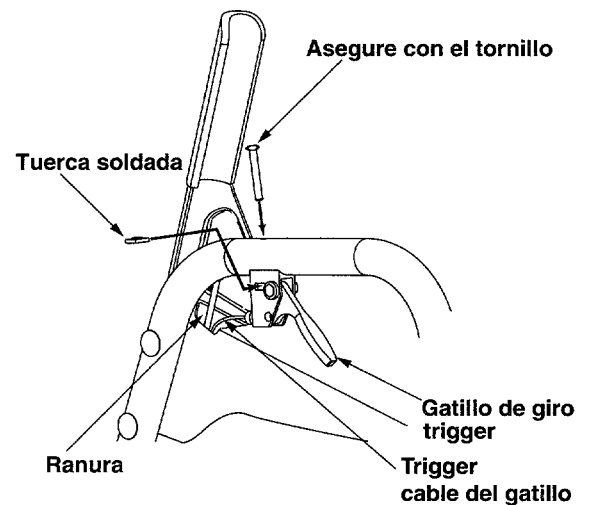

Figura 12
- Coloque en posición el gatillo de giro a la derecha debajo del mango derecho. Asegure con el tornillo y suelde la tuerca del Grupo H del conjunto de ferretería. Vea la Figura 12. Usted necesitará un destornillador phillips para ajustar el tornillo.